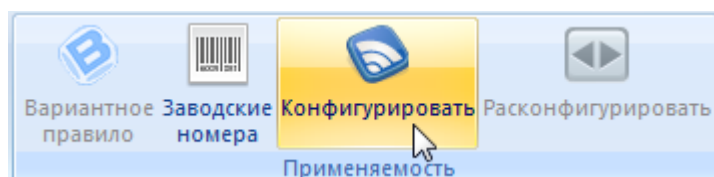

Рис. 14-32 – Панель «Применяемость»
- 2) Нажать кнопку «Конфигурировать» панели «Применяемость» в рабочем окне «Логистическая структура» (рис. 14-32).